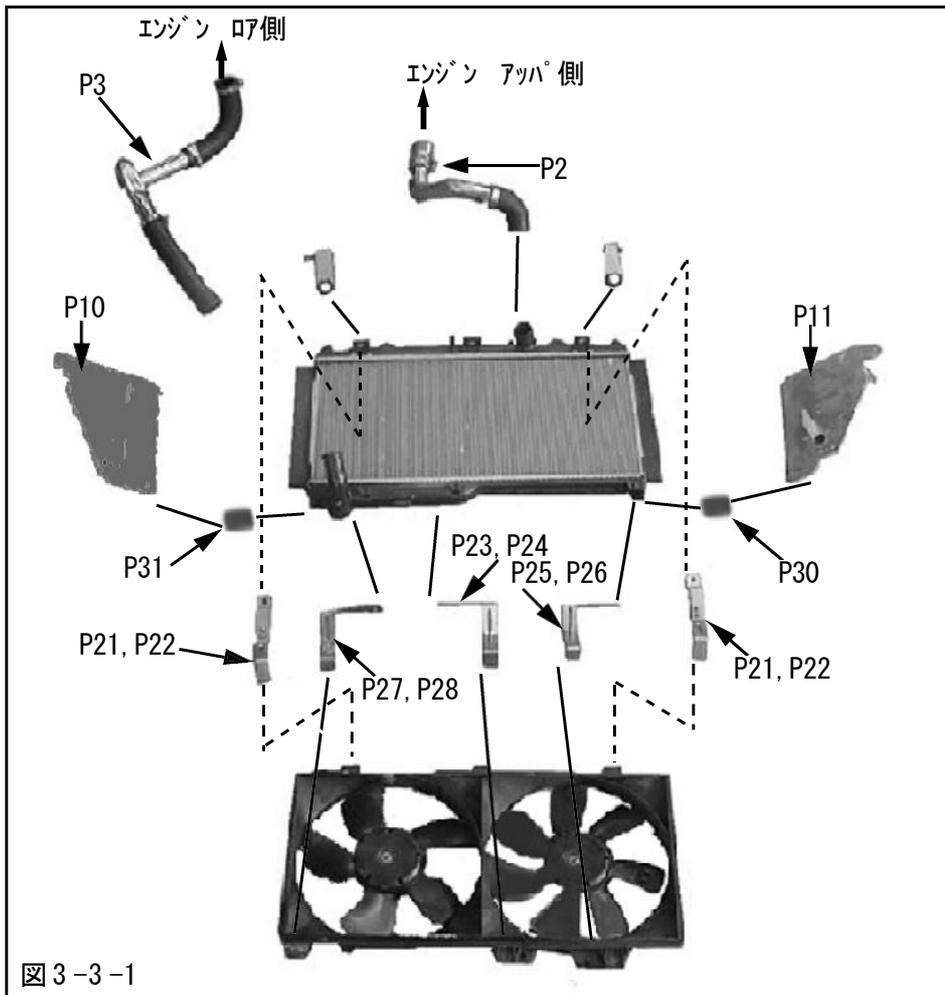

図3-3-1
- (2) ラジエータと電動ファンを電動ファンステーNo.3～No.8ではさむように取付けてください。その際ラジエータの厚みに応じて電動ファンステーNo.3～No.8の長さを調整してください。(図3-3-1)
- (3) ラジエータを取付けてください。(図3-3-1)
(4) エアセパレータタンクにホースを接続してください。